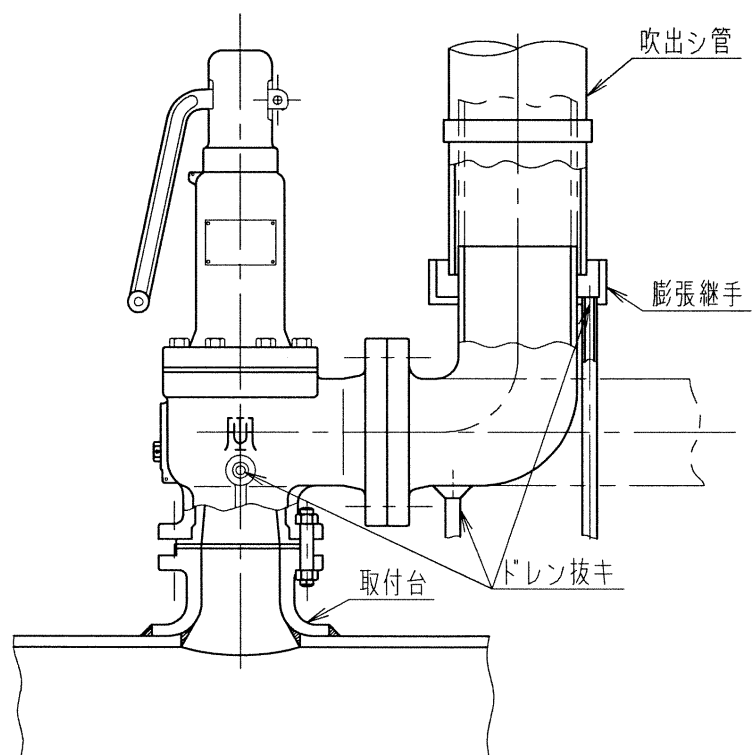

図 1 配管例図
- 弁箱・吹出し管に、ドレン・雨水等がたまるおそれがある場所では、それらを全部抜き得る位置に開放したドレン抜きを必ず設け、排水溝まで導いてください。(図1参照)